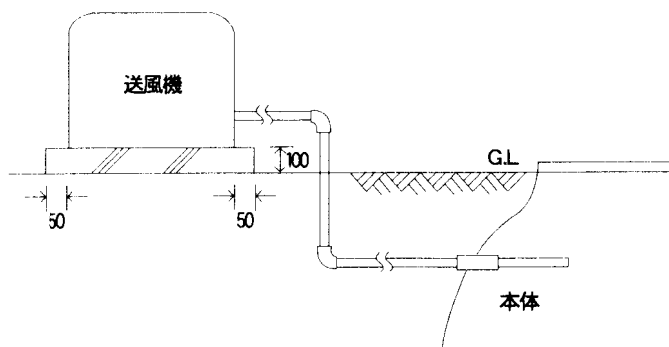

図8
②電気工事について
- (1) 電気工事は、資格を有する専門業者によって行ってください。
- (2) 電力会社によって、進相コンデンサーの取り付けが必要な地域があります。
- (3) 地下埋設の電気管は厚肉鋼管または、HIVEを使用してください。
- (4) 浄化槽内は金属を腐食させるガスが発生しますので、制御盤との接触部分は必ず密封してください。
- (5) 接地工事（第3種）は必ず行ってください。
④-13 送風機の取付け
- ①送風機の設置場所は、風通しの良いできるだけ日陰の場所に設置してください。また、運転音の気になる所（寝室や応接間のそばなど）への設置はさげ、維持管理に便利なところが適当です。
- ②接地工事（アース）は必ず行ってください。（第3種接地工事）
- ③基礎はコンクリート造りとし、地上より100mm以上の高さで建物より200mm以上はなしてください。また、送風機台の外寸より50mm大きく仕上げてください。（図8参照）
- ④電気配線で100V電源よりヒューズボックスを通してください。（コンセントを使用する場合は、容易に取はずしできない構造としてください。）